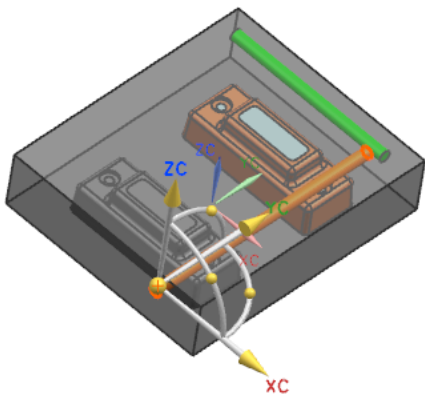
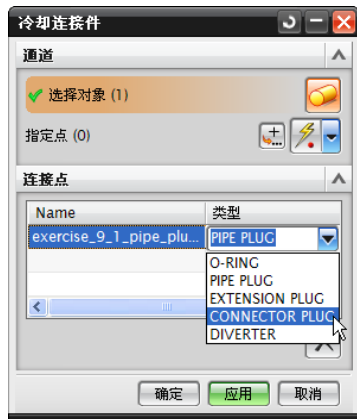

图 9-50 选择管道
图 9-51 选择合适的连接件
(3) 在【通道】选项组中，单击【选择对象】按钮，然后在图形窗口中选择需要放置连接件的管道，如图 9-50 所示。在选择每一个管道时，系统自动在【连接点】选项组增加相应的行，默认的【类型】为 Pipe Plug，如果想安装其他类型的连接件，单击对应的【类型】列，从下拉列表中选择合适的连接件，如图 9-51 所示。